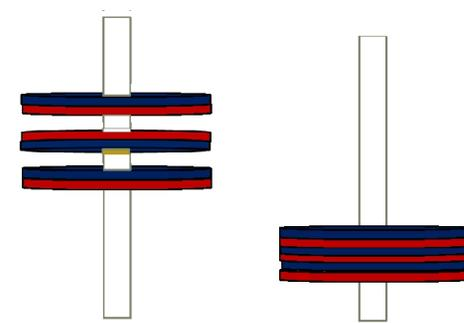

Рис. 7.
4. **Неодимовые магниты** – сильные постоянные магниты, сделанные из сплавов редкоземельных элементов. Наиболее часто используемыми редкоземельными металлами, применяемыми в магнитах, являются неодим и самарий, но чаще всего используются сплавы $Nd_2Fe_{14}B$ и $SmCo_5$ (рис. 7, 8).